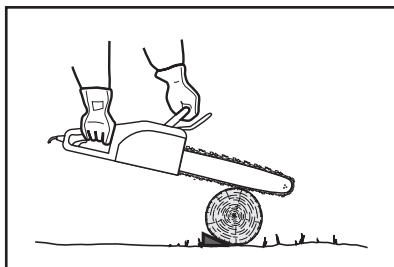

Fig. 35
6. Se o diâmetro da madeira for suficientemente grande para que possa ser inserida uma cunha de corte transversal suave sem tocar na corrente, deve utilizar a cunha para manter o corte aberto e impedir o aperto (Fig. 35).